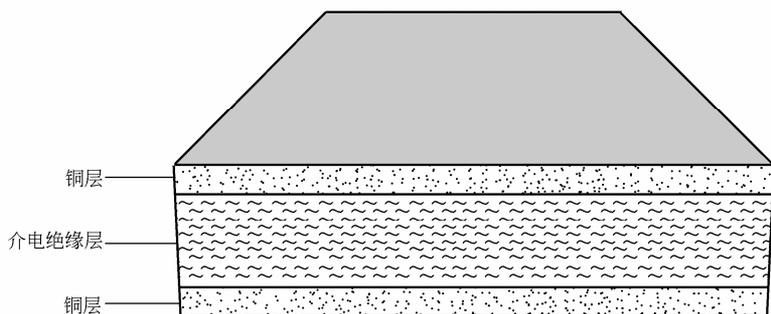

图 1-11 PCB 的结构示例
1.4 节简单介绍了 PCB 的材料,下面来了解 PCB 的基本结构。一个普通的 PCB 由镀铜的树脂玻璃材料或一层铜箔与树脂材料粘接在一起构成,如图 1-11 所示。